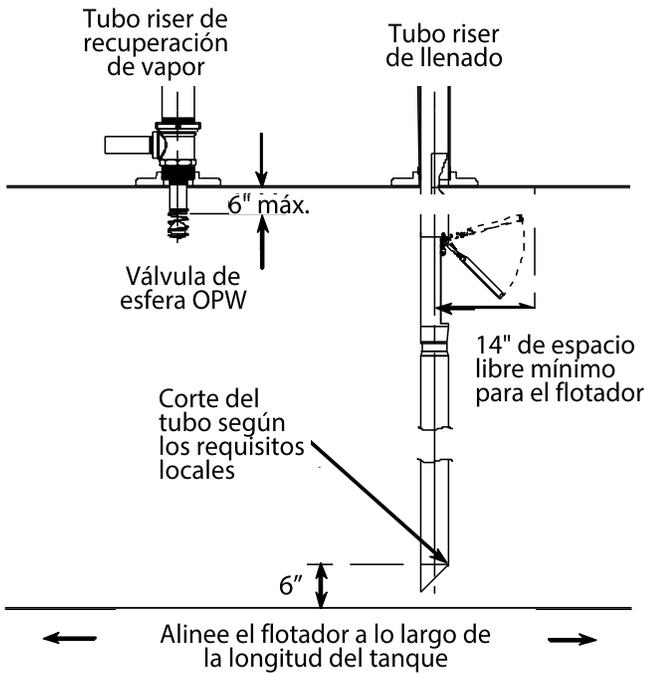

Figura 24
Midiendo desde la parte inferior de la brida del tubo de entrada, marque la longitud total del tubo de caída a una distancia de (B) menos 6". Determine la dimensión (B) a partir de las mediciones realizadas en el paso 1, Figura 1 (la parte superior del adaptador de sello de superficie debajo de la salida de la válvula de drenaje en el contenedor de derrame hasta la parte inferior del tanque). Corte con sierra el exceso de tubo a un ángulo de 45 grados o según los códigos o requisitos locales y lime cualquier rebaba afilada (consulte la Figura 24).
PRECAUCIÓN: No puede haber obstrucciones en el tanque a menos de 14" desde el centro del tubo riser o la válvula puede no funcionar correctamente (consulte la Figura 24).